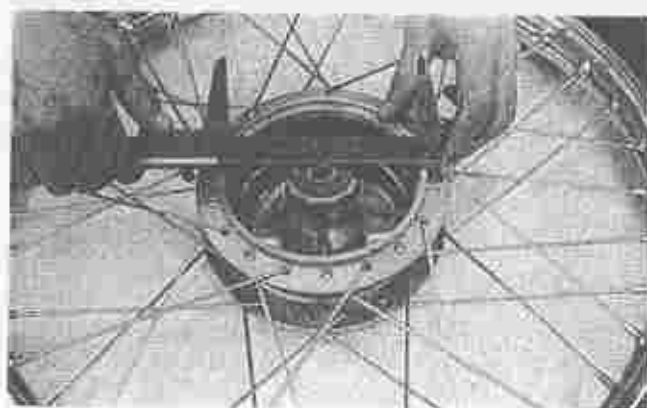

Fig. 69 Meten van voorremtrommel
- 4) Controleer de slijtage of beschadiging van de remtrommel. (Fig. 69)